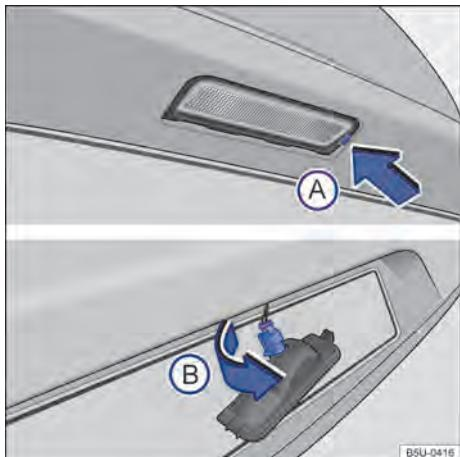

Fig. 161 No para-choque traseiro: remover a lanterna da placa de licença e o soquete da lâmpada.
- ① Observar a lista de controle e executar as ações → Página 193.
- ② Com o auxílio de uma chave de fenda, pressionar a trava → **Fig. 161 A** para remover o conjunto.
- ③ Girar o soquete da lâmpada no sentido da seta **B**, e desencaixá-lo do alojamento.
- ④ Puxar a lâmpada queimada do soquete para removê-la.
- ⑤ Substituir a lâmpada incandescente queimada por uma lâmpada incandescente nova do mesmo modelo.
- ⑥ Inserir a nova lâmpada no soquete cuidadosamente.
- ⑦ Posicionar o soquete no alojamento e girar no sentido contrário ao da seta **B**.
- ⑧ Certificar-se de que o soquete está corretamente fixado no conjunto.
- ⑨ Posicionar o conjunto da lâmpada no alojamento do para-choque, encaixar primeiro o lado esquerdo e, em seguida o lado direito.
- ⑩ Pressionar a lanterna da placa de licença no para-choque até que encaixe de forma audível.
- ⑪ Certificar-se de que o conjunto da lanterna da placa de licença está corretamente fixada no alojamento.